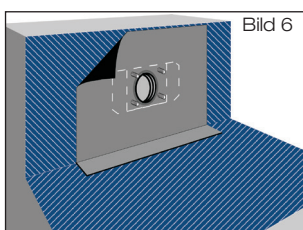

Bild 6
1.6 Bei bituminösen Dampfsperrbahnen sind Decke und Wand mit Bitumen-Voranstrich zu versehen (Bild 6). Hochpolymere Dampfsperrbahnen sind gemäß der Verlegevorschriften des Folienherstellers auf dem Untergrund zu fixieren.